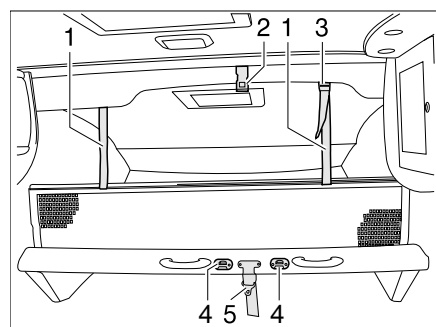

Bild 91 Hubbett manuell
- Den Sicherungsgurt (Bild 91,5) am Dach (Bild 91,2) lösen.
- Das Hubbett mit dem Sicherungsgurt (Bild 91,5) am Dach (Bild 91,2) sichern.
- Die Aufstiegsleiter mit den beiden Bügeln in die Krampen (Bild 91,4) am Hubbett einhängen.
- Die Haltebänder (Bild 91,1) in die Halterungen (Bild 91,3) an der Decke einrasten.